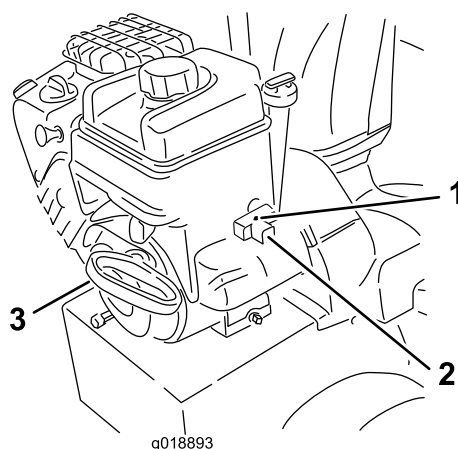

Figure 25
7. Démarrez la machine en tirant sur le lanceur ou en appuyant sur le bouton du démarreur électrique (Figure 25).